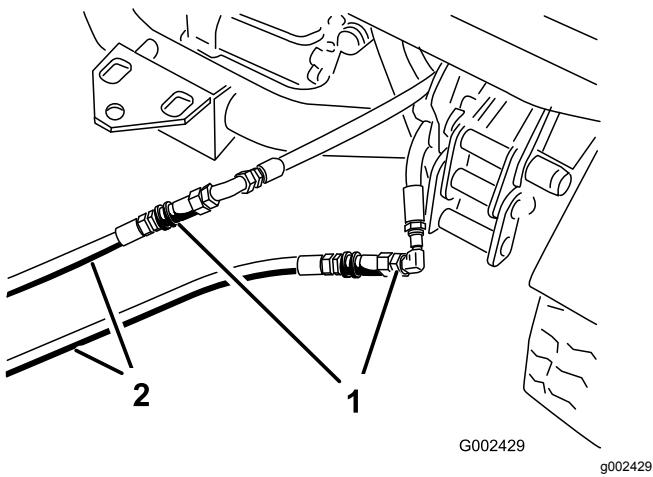

图70
3. 在禁用的机器上将 2 个跳线软管连接至断开的软管 图 70。